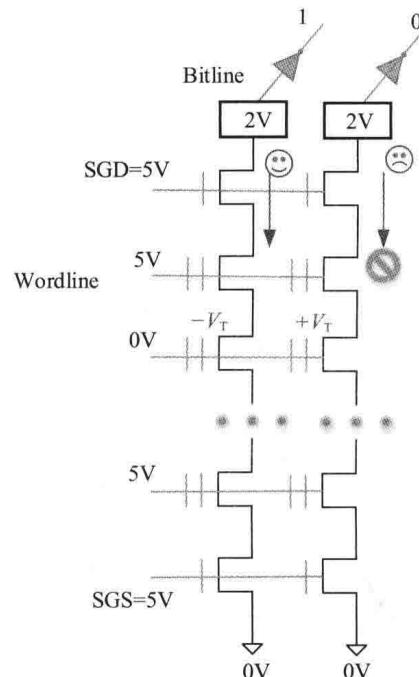

图 3-47 读操作电压示例
- 写过的晶体管阈值电压变大（如图 3-47 所示， $>5V$ ，即使控制极加 5V 电压，它也是截止的），有可能在其他的单元读的时候，把整个 Bitline 都给关了。